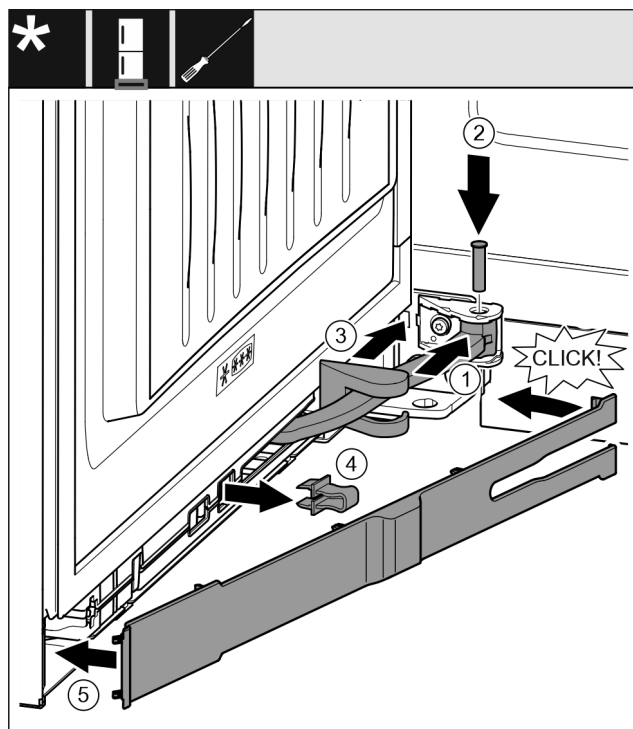

Fig. 68
- ▶ Forgassa a felfüggesztésbe a csuklót Fig. 68 (1).
- ▶ Helyezze a felfüggesztésbe és a csuklóba a csapszeget Fig. 68 (2) egy csavarhúzóval. Közben ügyeljen arra, hogy a reteszelő bütyök megfelelően illeszkedjen a horonyba.
- ▶ Tolja el a csapágybak fedelét Fig. 68 (3) a csukló mentén, és szerelje a felfüggesztés fölé.
- ▶ Vegye le a biztosítékot Fig. 68 (4).
- ▶ Helyezze fel a takarólemezt Fig. 68 (5), a fogantyú felőli oldalon és fordítsa be.